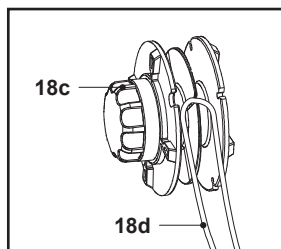

Rys. 27
9. Zwolnić żyłkę tnącą (18d) z nacięć i przytrzymać ją w tym położeniu. Nie dopuścić do oddzielenia żyłki tnącej (18d) od szpuli żyłkowej (18c) (rys. 27, krok 1).
10. Poprowadzić końcówkę żyłki tnącej przez przetłokę (18f) w obudowie (18h) (rys. 27, krok 2).
12. Włożyć szpulę żyłkową (18c) do obudowy (18h) (rys. 27, krok 3).